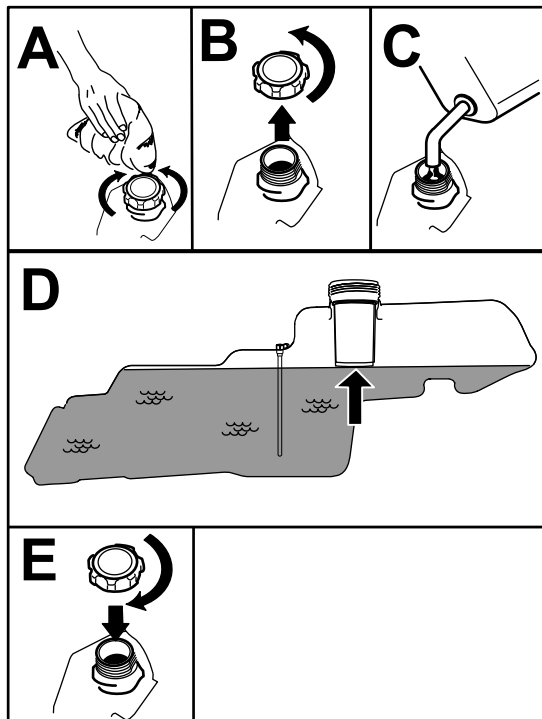

Figura 8
5. Llene el depósito de combustible hasta la parte inferior del cuello de llenado (Figura 8). No llene completamente el depósito de combustible